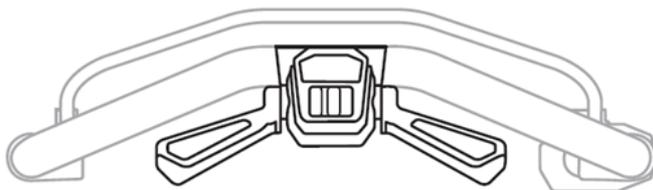

Рис. 17
1. Нажмите кнопку запуска и удерживайте рукоятку управления тормозом, чтобы привести газонокосилку в режим кошения, а затем нажмите рычаг регулировки скорости, чтобы двигаться вперед, срезая траву (Рис. 17).